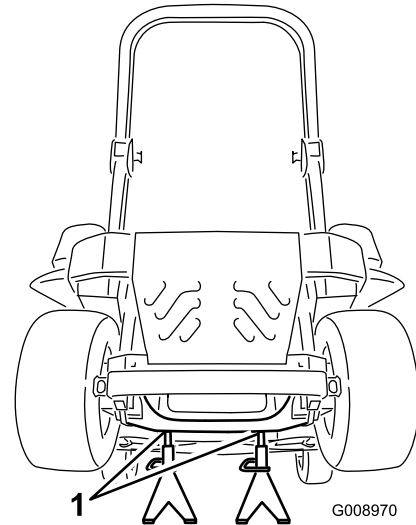

Figura 85
3. Levante la máquina y apóyela sobre gatos fijos (Figura 85).
9. Retire los gatos fijos y baje la máquina (Figura 85).